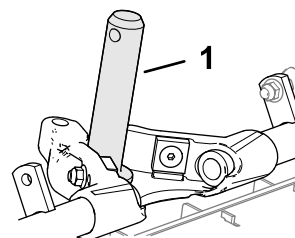

Figura 14
- Unte el eje del bastidor de tiro con grasa limpia (Figura 14)